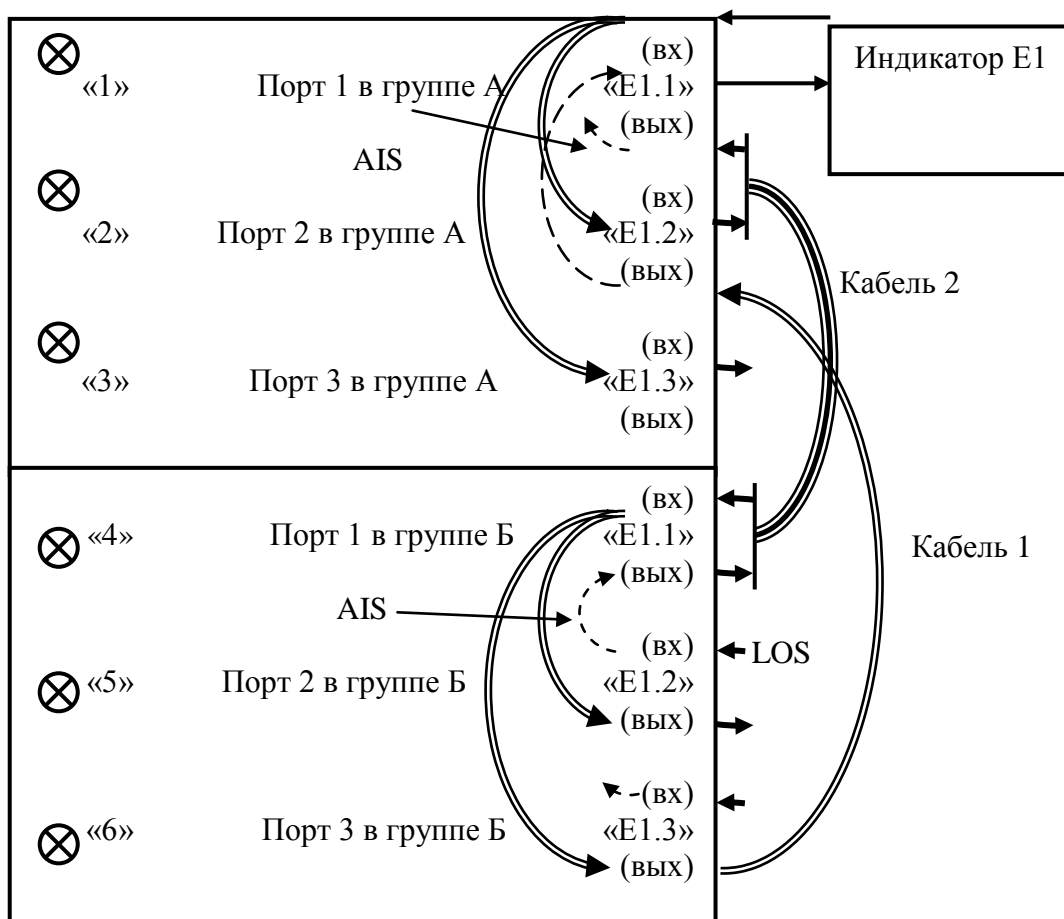

Рисунок 5 – Схема соединений
- отключить заглушку E1 от порта 2 второй группы и проконтролировать свечение зеленым цветом индикаторов «1», «3» и «4» и красным цветом индикаторов «2» и «5» АПТ, что должно явиться следствием появления сигнала AIS на входе порта 2 в группе 1 и вызванных этим автоматических переключений в АПТ (рисунок 5);